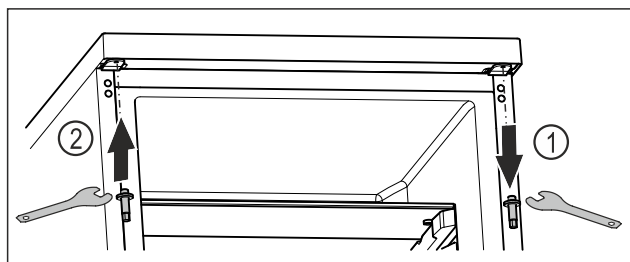

Fig. 21
- Odšroubujte horní čep imbusovým klíčem. Fig. 21 (1)
- Čep na opačné straně utáhněte imbusovým klíčem. Fig. 21 (2)